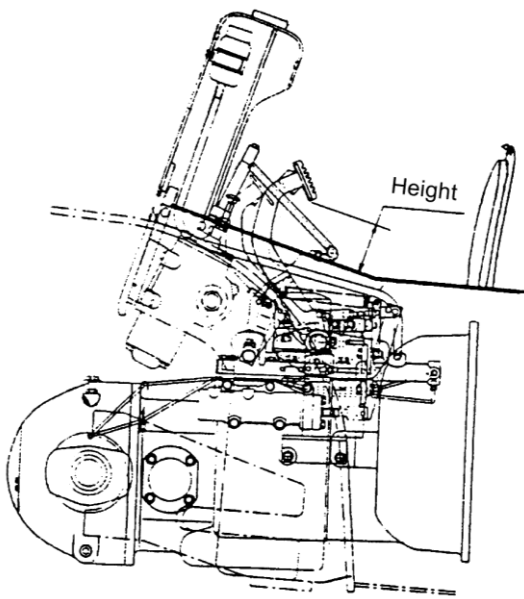

Abb. 9-15 – Einstellung des Bremspedals
2. Die **Pedalhöhe** mit der **Anschlagschraube** einstellen (siehe **Abb. 9-15**).